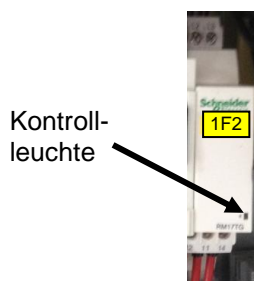

Abbildung 10 Phasenüberwachungsrelais
- Drehrichtung korrekt: Kontrollleuchte leuchtet durchgehend siehe Abb. 10